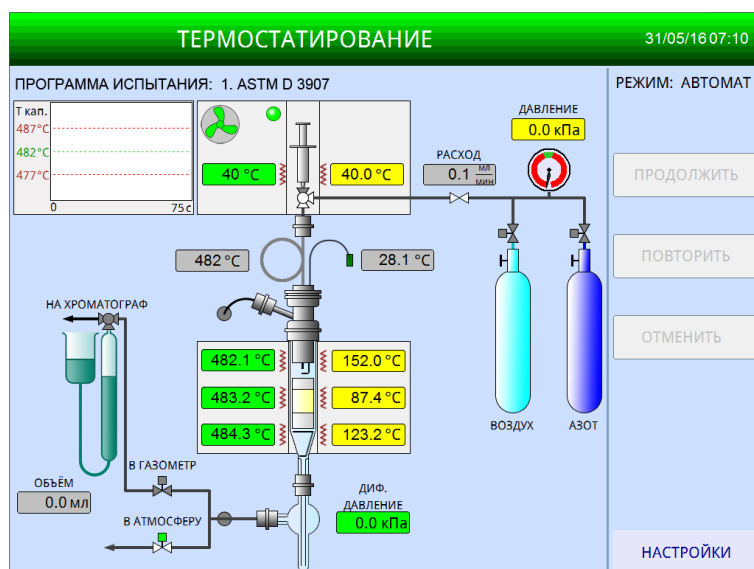

Рисунок 6 – Установка в автоматическом режиме
3.3.4 Если установка работает в автоматическом режиме, автоматически включатся нагреватели дозатора и печи, на панели оператора в строке состояния выводится статус «ТЕРМОСТАТИРОВАНИЕ» (рисунок 6).